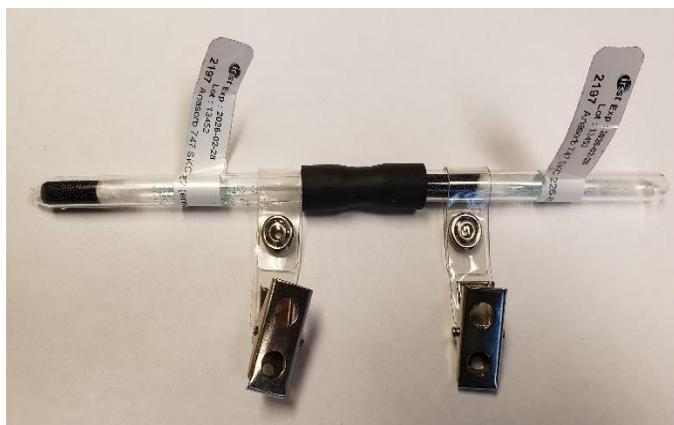

Figure 1. Montage des deux tubes (matériel 2197) : tube avant (400 mg) à droite et tube arrière (trappe) à gauche
- Connecter l'extrémité de sortie du tube 400 mg à l'extrémité d'entrée du tube 200 mg avec une section de tube flexible la plus courte possible (**figure 1**).